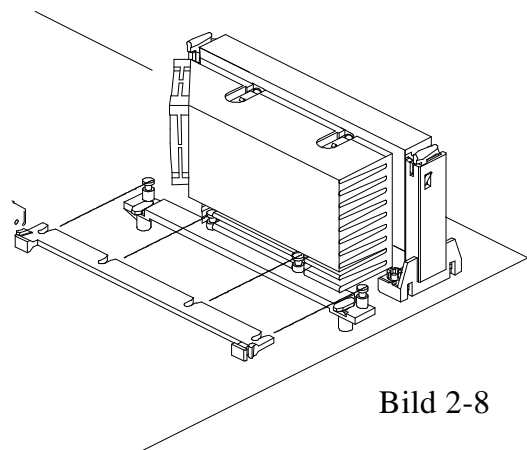

Bild 2-8
4. Drücken Sie die Pentium II CPU fest in den Ständer des Halterungs-Mechanismus hinein (siehe auch Kapitel "Installation des Pentium II Prozessors"). Schieben Sie dann das Oberteil des Kühlkörperhalters, wie in Bild 2-8 gezeigt, auf das Basisteil bis es einrastet. Dabei wird es durch einen Spalt des Kühlkörpers geführt, so daß dieser fixiert wird.